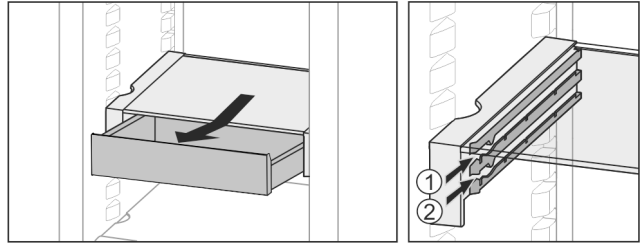

Fig. 18
- ▶ Op een willekeurige hoogte Fig. 18 (1) of Fig. 18 (2) erin schuiven.